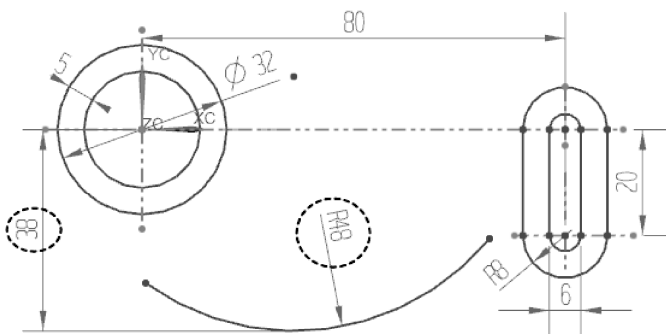

图 2-78 绘制下方的已知线段
- 单击【圆弧】按钮 $\text{---}$ ，绘制下方的已知线段（R48）的圆弧，如图 2-78 所示。